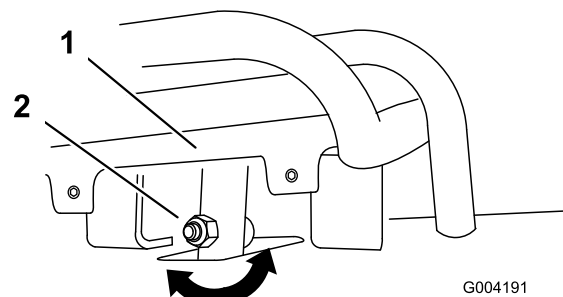
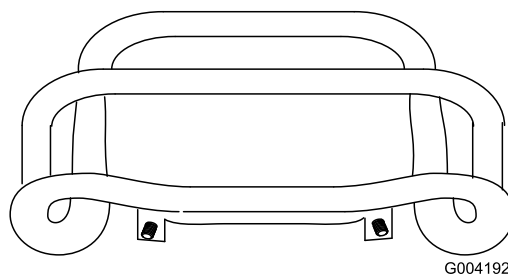

Figure 53
Figure 54
de référence, desserrez l'écrou et le boulon à embase de la tige de la commande de déplacement (Figure 53).
5. Réglez la commande de déplacement de sorte qu'elle soit de niveau et en appui contre la barre de référence lorsqu'elle est tirée tout droit en arrière (Figure 53 et Figure 54).
- C. Desserrez l'écrou et le boulon à embase dans la tige de la commande de déplacement (Figure 53).
- I. Réglez la commande de déplacement de sorte qu'elle soit de niveau et en appui contre la barre de référence lorsqu'elle est tirée tout droit en arrière (Figure 53 et Figure 54).